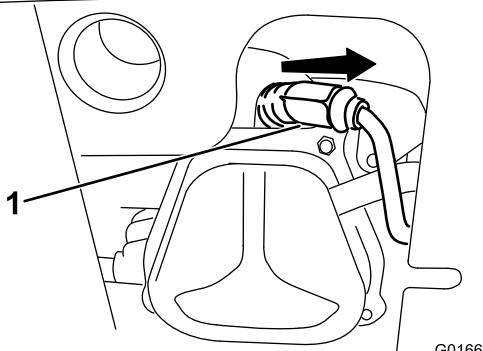

Bild 51
- Entfernen Sie die Kappe (Bild 51).